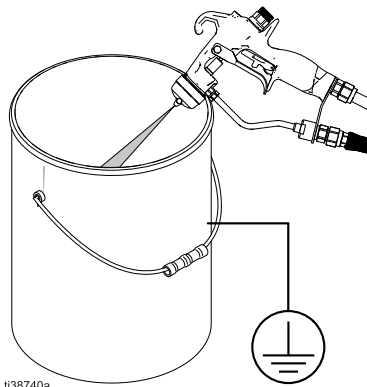

図 11: ガンの圧力を開放
- 接地された金属製ペール缶にガンの金属部分をしっかりと接触させます。ガンのトリガーを引いて圧力を開放します。図 11 を参照してください。